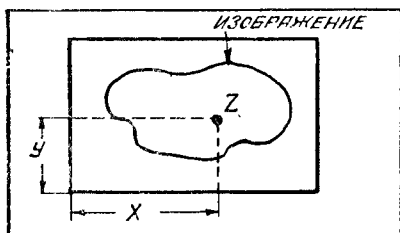

Рис. 1
Задача передачи изображения на расстояние состоит в передаче трех измерений или трех координат: двух координат, определяющих местонахождение данной точки (координаты X и Y на рис. 1), и третьей координаты — ее освещенности (Z). Если передать три таких координаты для каждой точки изображения (теоретически для бесконечно большого количества точек, но практически достаточно 150—200 тысяч точек), то мы получим в месте приема точное воспроизведение изображения, находящегося в месте передачи. Для передачи изображения именно таким образом, т. е. всех точек одновременно, потребовалось бы огромное количество каналов связи, ибо